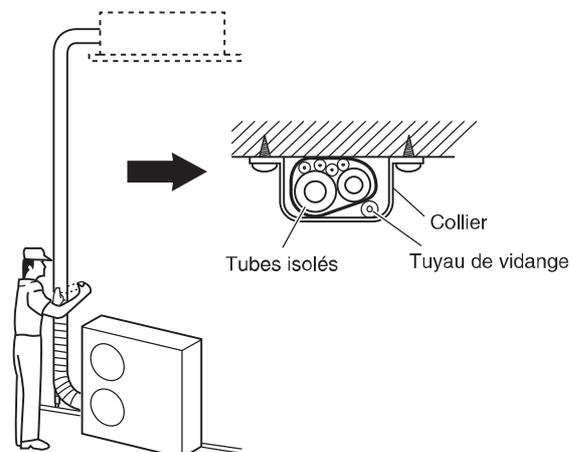

Fig. 5-8
- (1) A ce moment, les tubes de réfrigérant (et le câblage électrique si les codes locaux le permettent) doivent être guipés ensemble avec du ruban d'armature en 1 faisceau. Pour éviter que le condensat ne déborde du carter de vidange, garder le tuyau de vidange séparé de la tuyauterie de réfrigérant.
- (2) Enrouler le ruban d'armature du bas de l'unité extérieure jusqu'en haut de la tuyauterie où il entre dans le mur. Lors d'enroulement du ruban autour de la tuyauterie, chevaucher la moitié de chaque tour de ruban précédent.
- (3) Brider la tuyauterie au mur en utilisant environ 1 collier par mètre. (Fig. 5-8)